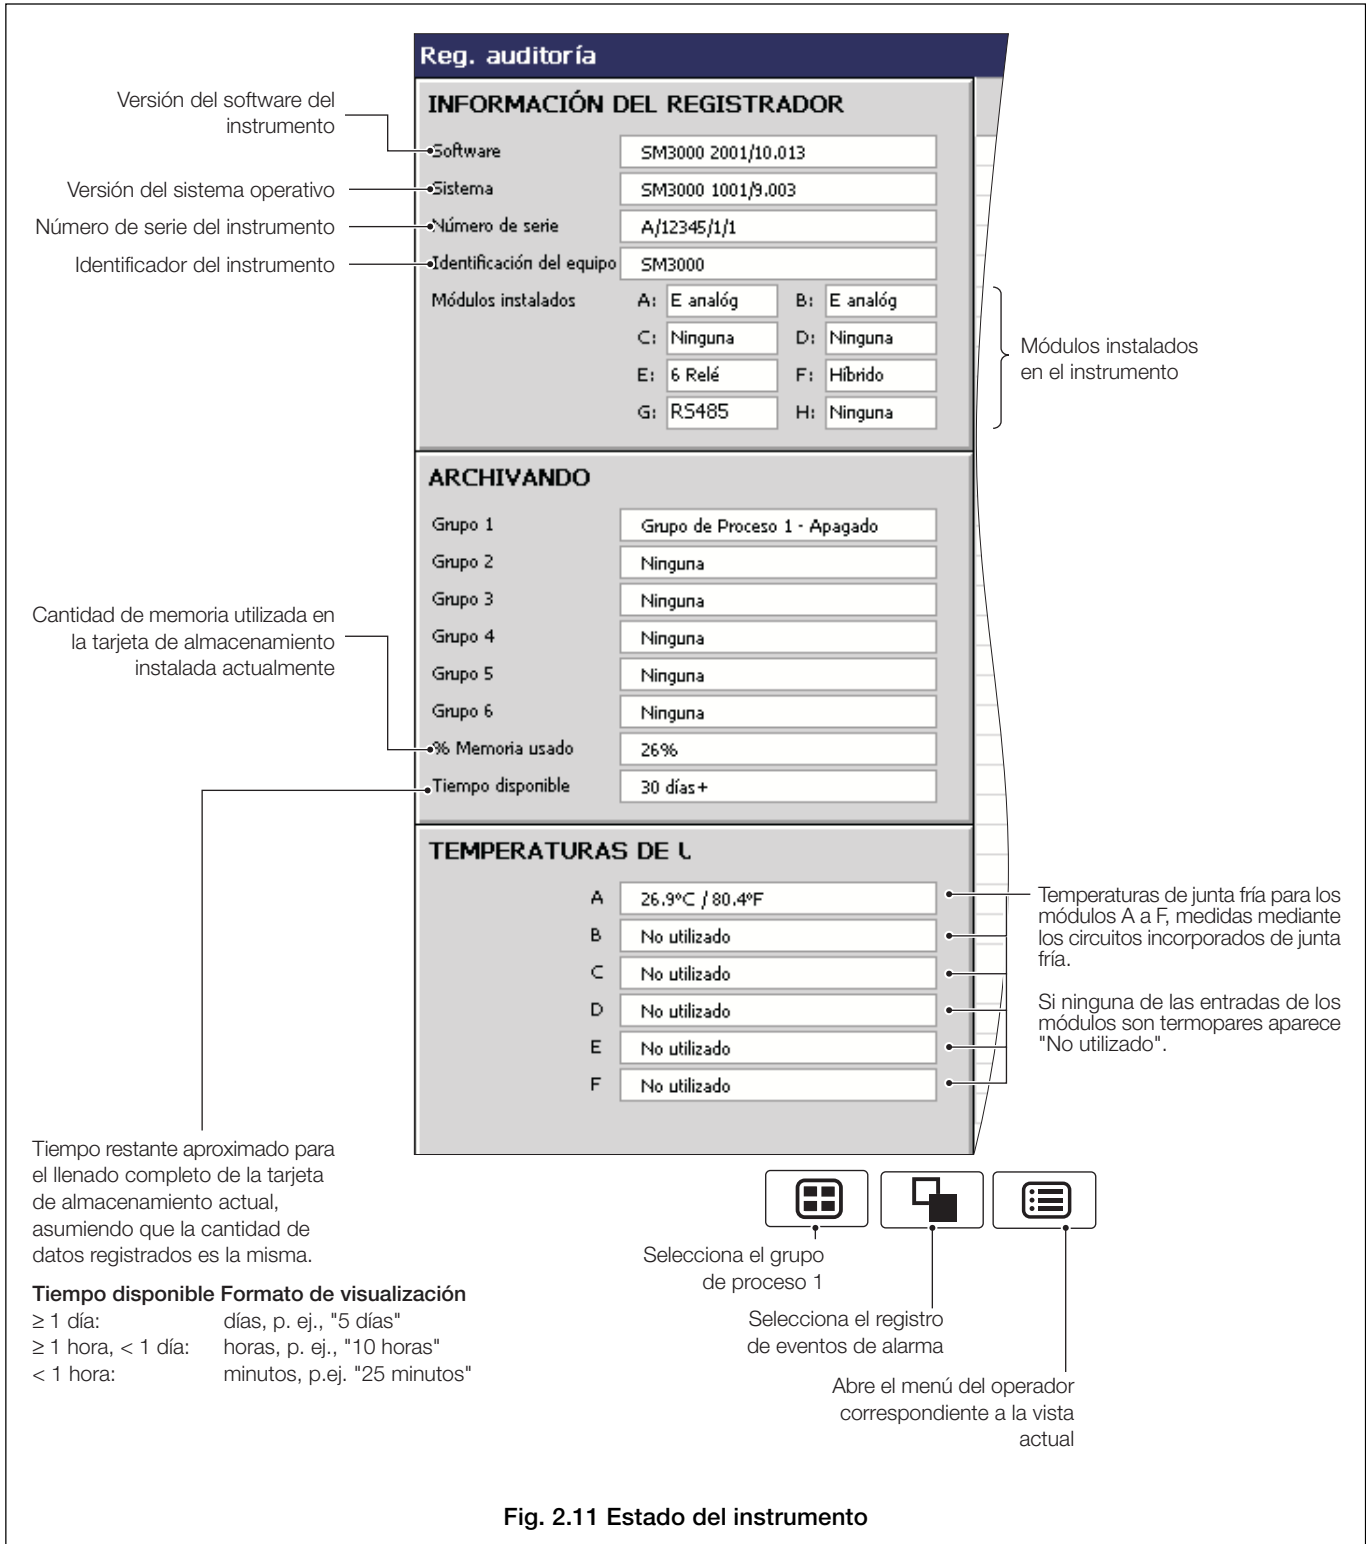

Fig. 2.11 Estado del instrumento
2.8.1 Vista de estado del instrumento (Fig. 2.11)